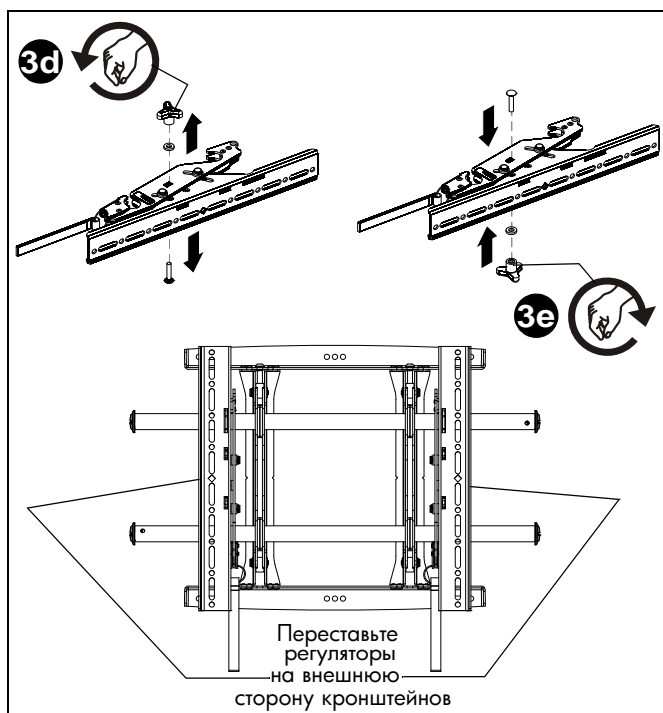

рис. 7
3. Если необходимо поменять местами соединительные кронштейны, измените положение регуляторов наклона на соединительных кронштейнах. (См. рис. 7)